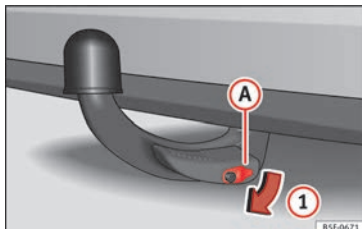

Fig. 230 Retirar la tapa de la cerradura
- Extraiga la tapa **(A)** de la cerradura en el sentido de la flecha **(1)** » **fig. 230**.